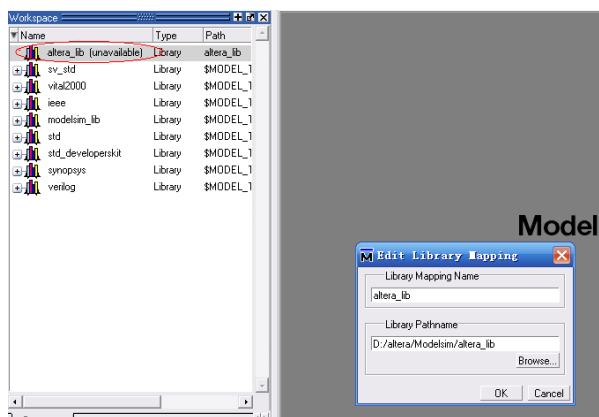

图 58 指定库的路径
- 5) 关闭 Modelsim, 然后重新启动 Modelsim, 如果这时 Workspace 中出现“altera_lib(unavailable)”,这时需要指定 altera_lib 的路径, 在 altera_lib 图标上点击右键选择【edit】指定 altera_lib 库的路径, 如图 58 所示。